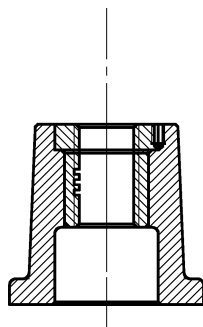

图 11-51 移动螺套结果
4) 选择“修改”面板→“移动”命令，选择螺套，沿轴线指定基准，利用捕捉“交点”的功能，选择底座孔轴线上的目标点，结束命令，绘制结果如图 11-51 所示。